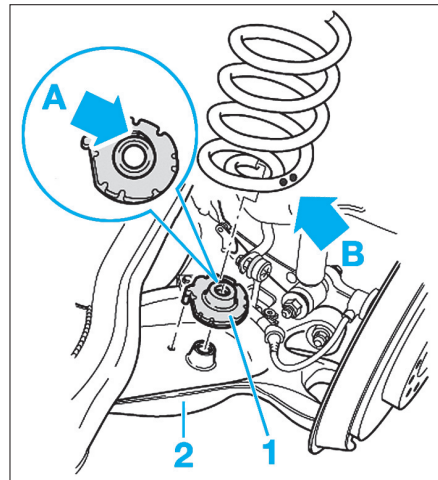

Fig. 30
- Veiller à ce que l'extrémité conique du ressort et les repères de couleur (B) soient orientés vers le bas (Fig.30).
- Mettre le tenon de la coupelle de ressort (1) en place dans l'alésage du bras inférieur (2).
- Tourner l'extrémité du ressort hélicoïdal afin de le placer en butée (A) sur la coupelle de ressort.